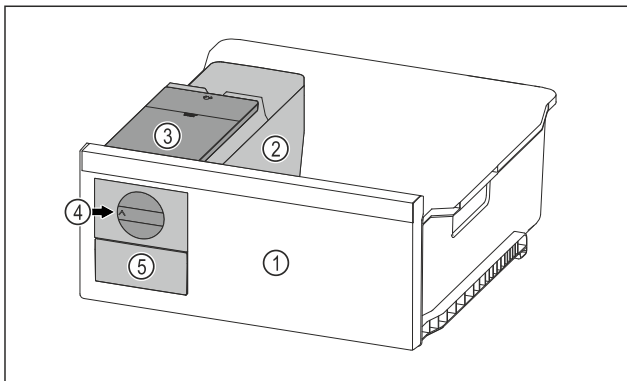

Fig. 70 Beispielhafte Darstellung
- ▶ Drehknopf Fig. 70 (4) im Uhrzeigersinn bis zum Anschlag drehen.
- ▶ Eiswürfel fallen aus der Eiswürfelschale in das Eiswürfelschubfach Fig. 70 (5).